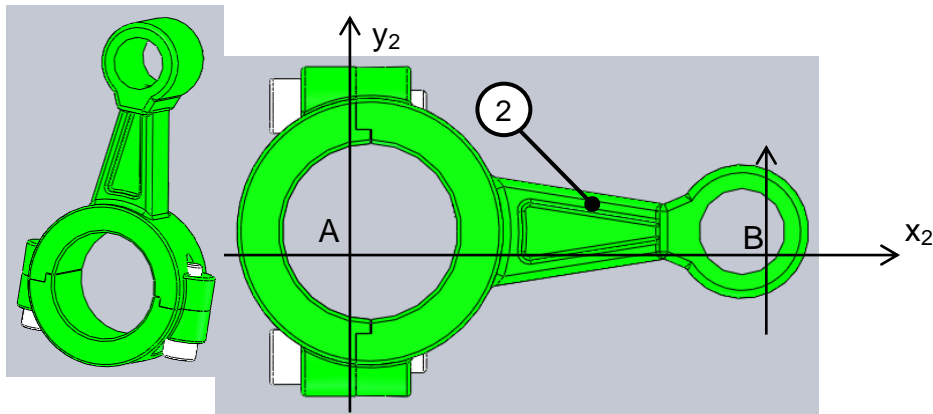

Figure 5
La figure 5 correspond à une représentation volumique de la bielle (2).